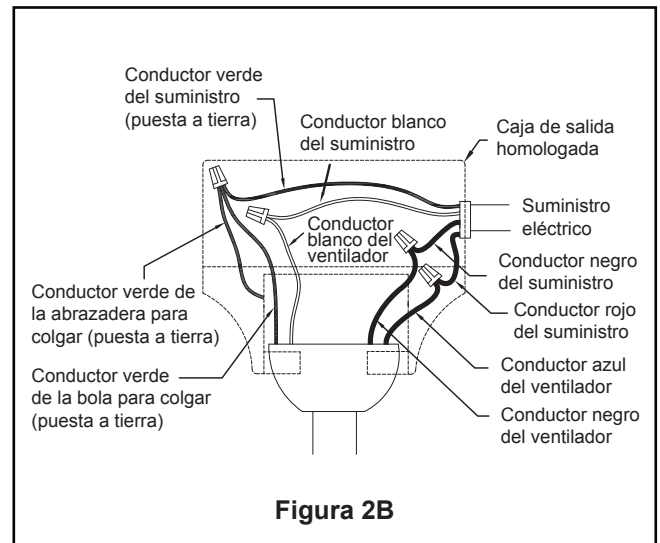

Figura 2B
1. Conecte el conductor verde del ensamble de la varilla y el conductor verde con puesta a tierra de la abrazadera para colgar al conductor de suministro con puesta a tierra (posiblemente un conductor desnudo o un cable con aislante verde). Conecte los conductores con conectores de cables de forma segura. Conecte el conductor blanco del motor del ventilador al conductor blanco (neutro) mediante el conector de forma segura. Conecte el conductor negro del motor del ventilador al conductor negro mediante el conector de forma segura. Conecte el conductor azul del motor del ventilador al conductor rojo mediante el conector de forma segura. (Figura 2B)
- 2B. Instale los acoplador de la cadena del tirador del ventilador y acoplador de la cadena del tirador del kit de iluminación. (Figura 2B)